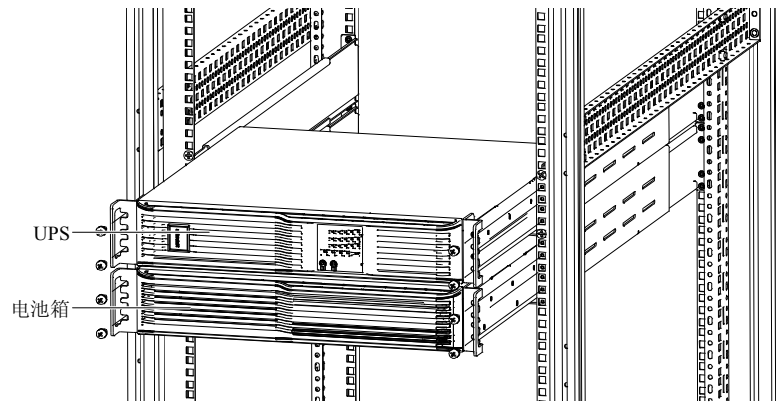

图2-9 单个 UPS 和单个电池箱标准机型机架式安装
3. UPS 的安装方法与电池箱完全相同。UPS 安装在电池箱上方，单个 UPS 和单个电池箱的标准机型机架式安装方式，如图 2-9 所示。